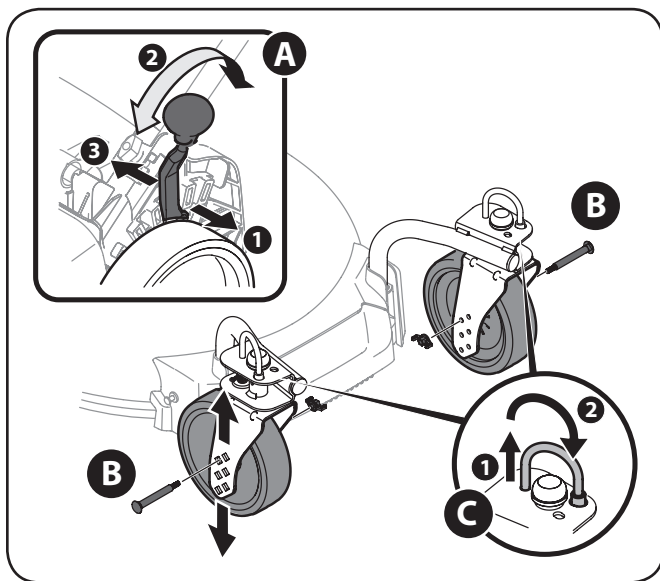

Figure 3-10
Le levier de réglage des roues arrière est situé sur la roue arrière gauche. Voir Figure 3-10 (A).
La hauteur des roues avant est déterminée par la position du boulon sur chaque fourche. Pour ajuster la hauteur des roues avant, consultez la Figure 3-10 (B) et procédez comme suit :
Les roues pivotantes peuvent se déplacer librement ou être verrouillées en position de marche en ligne droite. Voir Figure 3-10 (C).